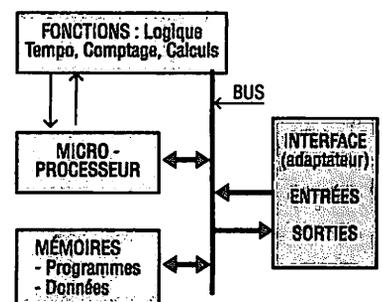

Fig. 15 : Structure interne d'une unité centrale d'API avec bus de communication.
b) Une unité centrale (fig. 15)